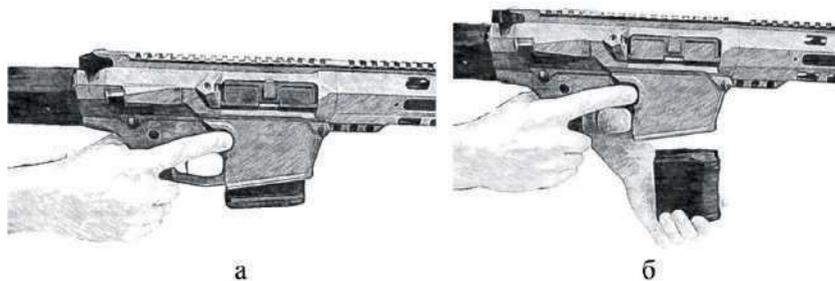

Рис. 11. Від'єднання магазину
1. Розрядити зброю. Від'єднати магазин. З цією метою необхідно натиснути вказівним пальцем на кнопку фіксатора магазину (рис. 11а) та вийняти магазин з шахти рами нижньої (рис. 11б).